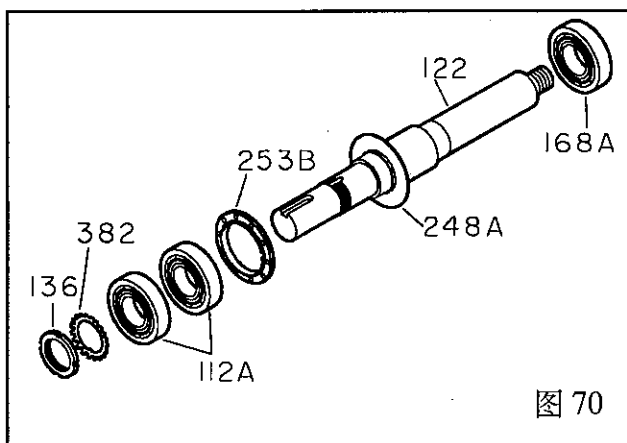

图 70
7. 拆下径向轴承 (168A)(图 70)。
8. 拆下轴承锁紧螺母 (136) 和锁紧螺片 (382)。